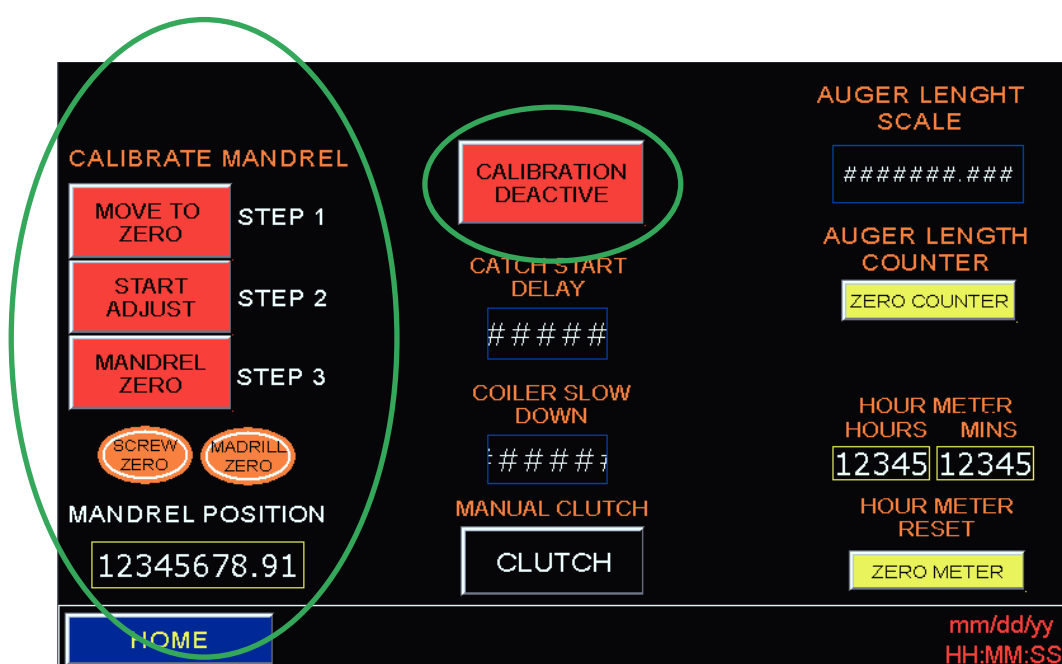

图 21：HMI 上的校准屏幕
2. 通过按屏幕顶部中间的“校准停用”按钮来激活校准功能（图 21：HMI 上的校准屏幕）。按钮将改变颜色且校准将处于“活动状态”。
系统已编程为在达到所需长度前减速以免超限。减速点已设至默认为最终设定长度前 2 米。默认减速点可在校准屏幕（图 21：HMI 上的校准屏幕）上通过于“卷取机减速”块中输入值来改变。